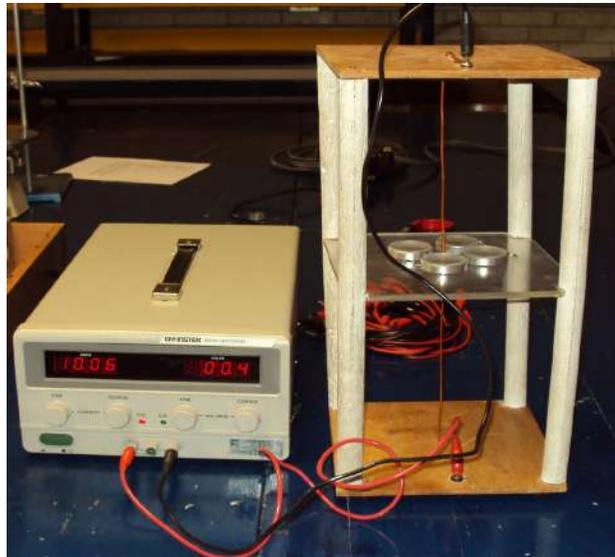

Figura 5.2 Dispositivo de Oersted
- d) Utilizando el dispositivo de Oersted, coloque cuatro brújulas en la base de acrílico alrededor del hilo conductor en un radio de aproximadamente 3 cm, como se muestra en la figura 5.2 (cerciórese antes de que todas las brújulas señalen en dirección del norte geográfico).